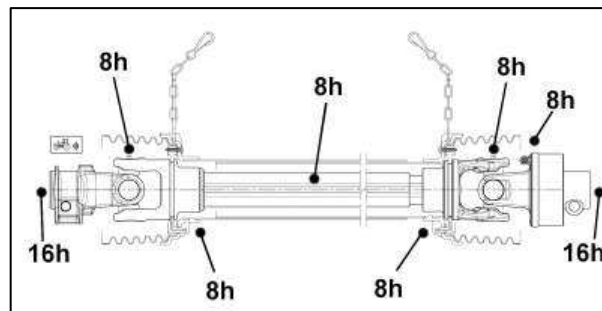

Fig. 4
2. Accionar el replegado de las alas (fig. 4).
Respectez les intervalles de graissage indiqués (fig. 4).